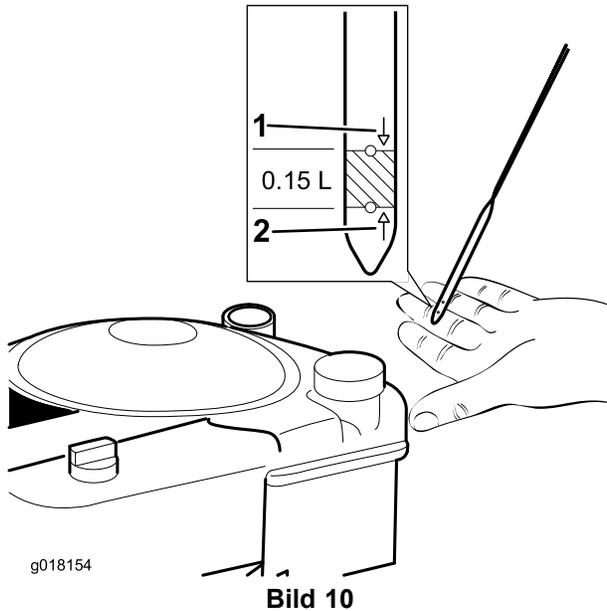

Bild 10
3. Wenn der Ölstand zu niedrig ist, gießen Sie **langsam** etwas Öl in das Einfüllstutzen, warten Sie ein paar Minuten und prüfen Sie den Ölstand am Ölpeilstab, wischen Sie den Peilstab ab und setzen Sie den Peilstab in das Rohr (Bild 10).
4. Füllen Sie den Motor mit Öl, bis der Peilstab anzeigt, dass der Ölstand richtig ist, wie in Bild 10 dargestellt. Wenn Sie zu viel Öl in den Motor füllen, lassen Sie etwas Öl ab, siehe Prüfen des Motorölstands (Seite 12).